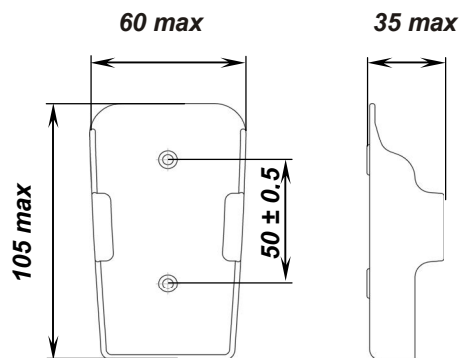

Рисунок 2 - Габаритные и установочные размеры футляра
4.1 Для хранения ДД, выполненных в виде переносного пульта предусмотрен футляр, который следует закрепить на вертикальной стационарной поверхности при помощи 2 винтов или саморезов (см. рисунок 2).